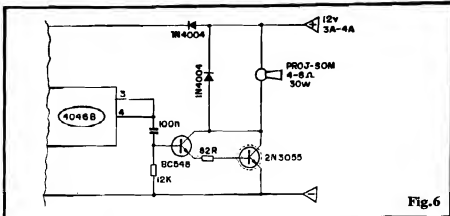

Fig. 6
- FIG. 6 - ESTOURANDO A BOCA (OU A ORELHA...?) DO BALÃO... - O volume final do som emitido pela MSP2 é, obviamente, para audição "local", forte (se considerada a demanda energética da montagem...) porém limitado... Quem quiser usar o núcleo do circuito numa sirene realmente de Potência, poderá fazer as simples modificações sugeridas no diagrama: "desprezarse" o alto-falante mini original, e seu resistor "darlingado" ao BC548 (via resistor de 82R). Ao coletor do Darlington acopla-se, diretamente, um com projetor de som, dinâmico (magnético), com impedância entre 4 e 8 ohms (30W, no mínimo), protegendo-se simultaneamente o circuito e os transistores, pela inserção dos dois diodos 1N4004, conforme indicado... Com tal configuração, a Tensão geral de alimentação recomendada é 12V (sob uma disponibilidade de Corrente de 3 ou 4A, já que o estágio final "puxará" considerável energia, quando da emissão sonora...). Um excelente "berrador" para alarmes de segurança, poderão então ser